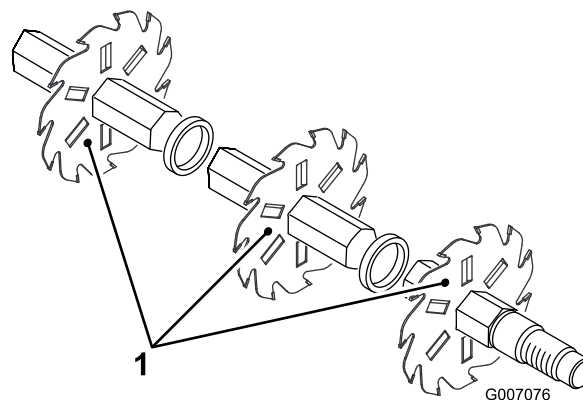

Figura 15
4. Instale la cuchilla siguiente girándola en el sentido contrario a las agujas del reloj de manera que el taladro de posicionamiento quede desplazado hasta la siguiente cara del eje respecto al taladro de la primera cuchilla (Figura 15). Continúe instalando espaciadores y cuchillas de esta forma hasta que se haya instalado todo el juego de cuchillas. Una vez montadas de forma adecuada, las cuchillas estarán centradas en el eje y quedarán escalonadas de forma que conformen una hélice.